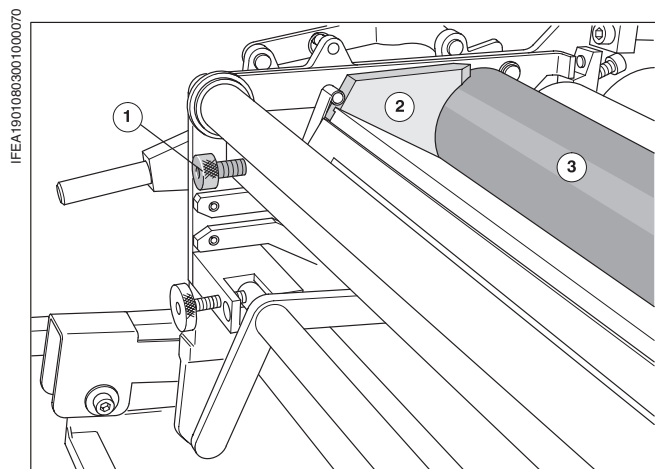

Рис. 31 Замена краски
- ❶ Отвести передаточный валик.
- ❷ Смыть красочный аппарат нумератора.
- ❸ Выдвижной блок нумератора вынуть из машины.
- ❹ Удалить краску из красочного ящика шпателем.
- ❺ С обеих сторон ослабить винты с накатанными головками (Рис. 31/❶).
- ❻ Откинуть красочный ящик вниз.
- ❼ Вынуть щетки красочного аппарата (Рис. 31/❷) и почистить их.
- ❽ Почистить красочный нож.
- ❾ Почистить красочный дуктор (Рис. 31/❸).
- ❿ Установить щетки красочного аппарата.
- ⓬ Красочный ящик зафиксировать винтами с накатанными головками (Рис. 31/❶).